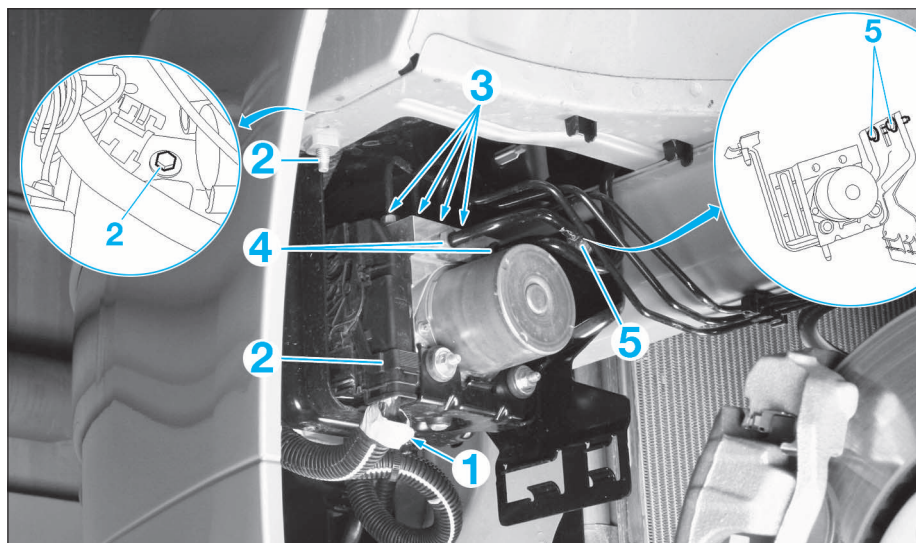

FIG. 23
- Débrancher le connecteur (actionner le levier "a") (Fig.23).
- l'écrou (1),
- la vis (2) (par le dessus).
- Désaccoupler les raccords (3) et (4) (prévoir l'écoulement du liquide de frein).